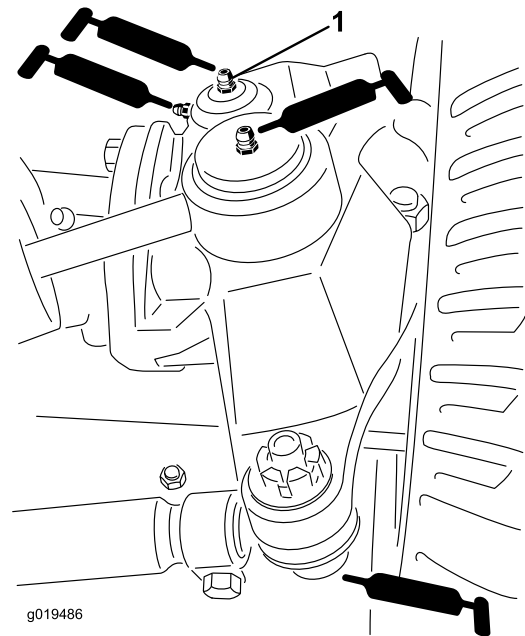

Figura 45
- Barra de ligação do eixo traseiro (2) (Figura 45).
- Rótulas do cilindro de direção (2) (Figura 45).
- Buchas do pino principal (2) (Figura 45) **O bocal superior do pino principal apenas deverá ser lubrificado uma vez por ano (2 bombas).**